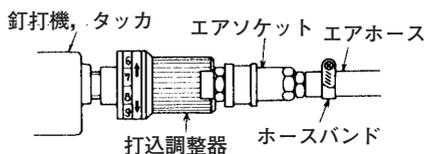

図 8
打込調整器(図2-①)は、釘打機・タッカのハンドル部に取付け手元で簡単に打込深さの調整をするものです。(図8)